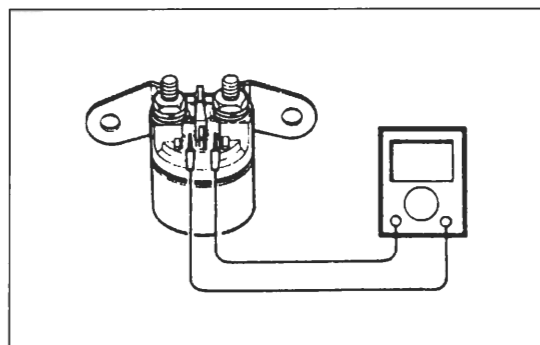

Bild 97
- Widerstand der Spule messen (Bild 97):